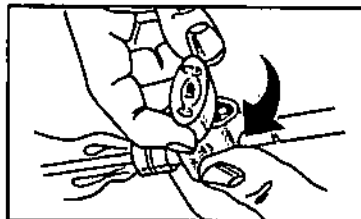

Fig. 4
5. Levante la válvula de control manual y gírela 180 grados hasta la posición de cierre (Fig 4).